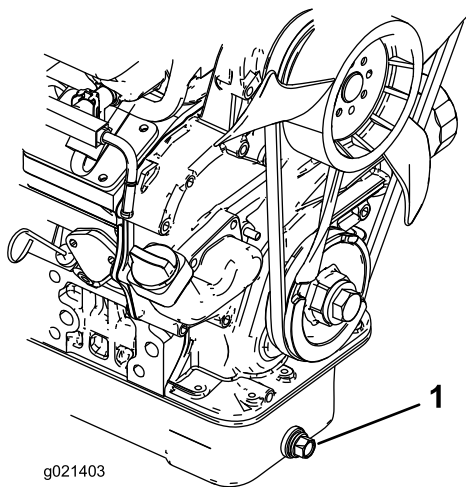

Figure 45
1. Retirez le bouchon de vidange (Figure 45) et laissez couler l'huile dans un bac de vidange. Remettez le bouchon quand la vidange est terminée.